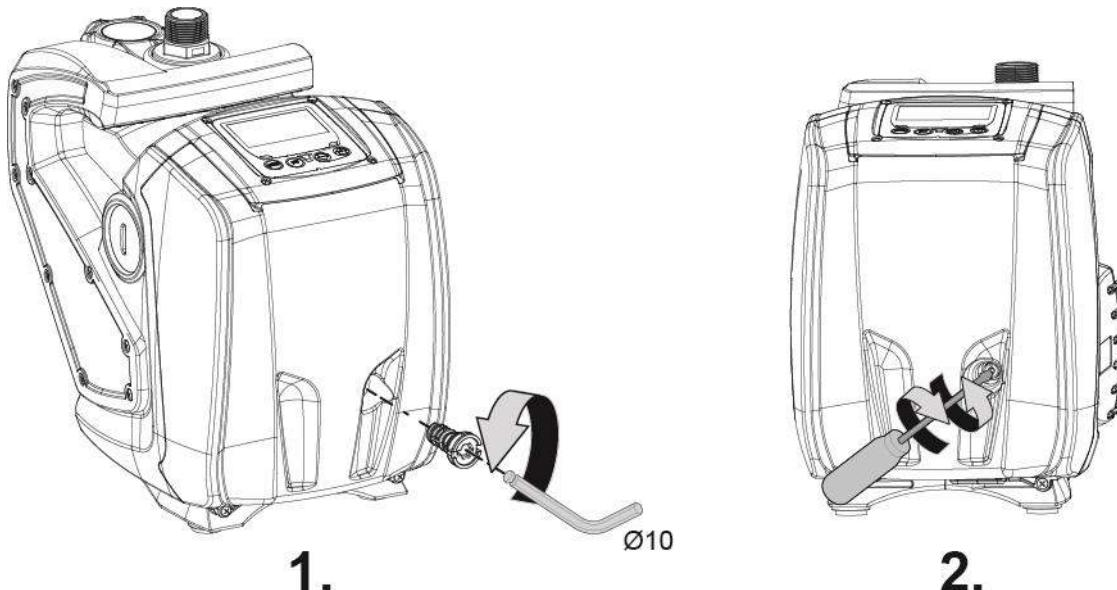

Fig. 9
1. Fjern adgangsproppen til motorakslen ved hjælp af en 10 mm unbrakonøgle (fig. 9).
2. Stik en kærvsruetrækker ind i sporet på motorakslen, og bevæg den i begge rotationsretninger (fig. 9).